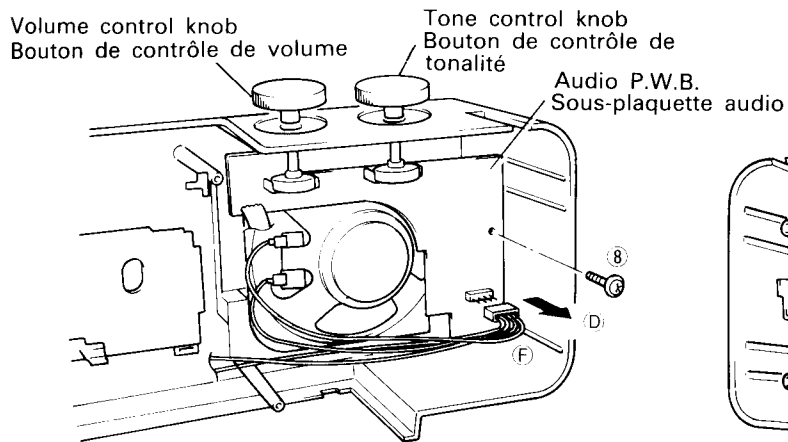

Fig. 5
5. Audio P.W.B. (Fig. 5)
5. Sous-plaquette audio (Fig. 5)